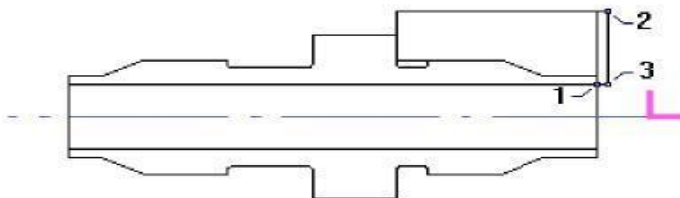

Рис. 4.39
1. Притяните курсором к оси симметрии (см. рис. 4.39).